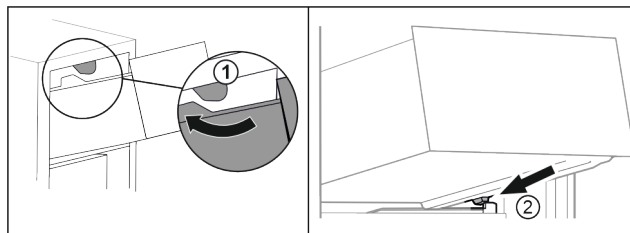

Fig. 65
- Preved'te zásuvku okolo horných zarážok. Fig. 65 (1)
- Nasad'te zásuvku šikmo za dolnými zarážkami na rebro nádoby. Fig. 65 (2)